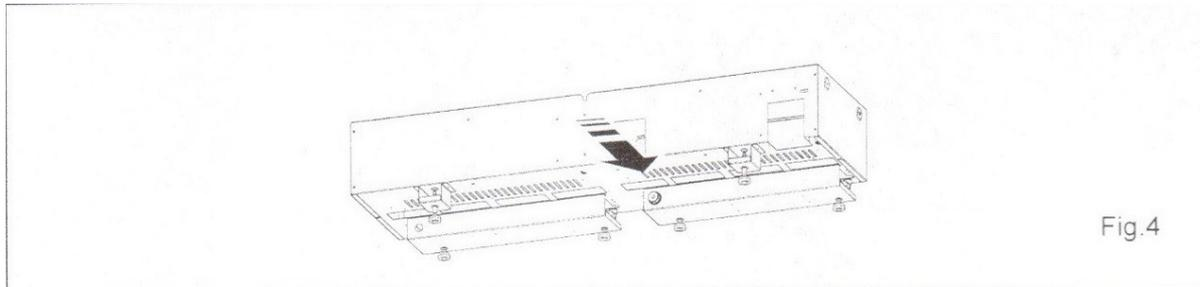

Fig.4
2. Das Einstechventil wird mithilfe eines $\frac{1}{4}$ " (6,35 mm) PVC-Schlauchs (nicht im Lieferumfang) an den mitgelieferten Wasserfilter angeschlossen und vor dort aus in das Gerät (Abb. 4) geführt.